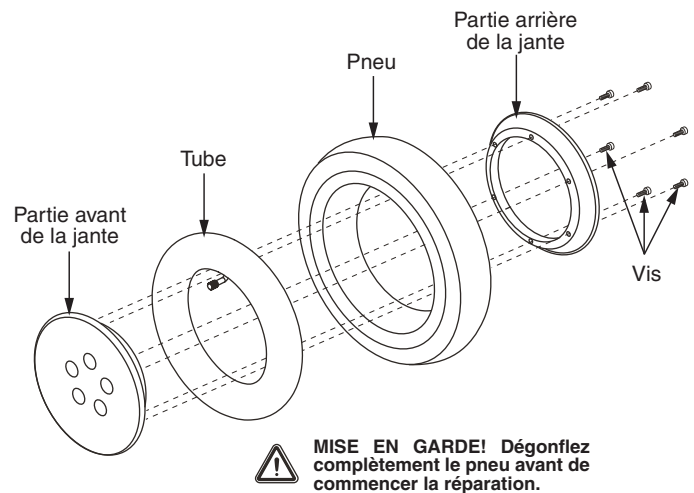

Figure 16. Roue motrice démontée Quantum Trek
6. Retirez les vis qui retiennent les deux parties de la jante ensemble. **Voir la figure 16.**
10. Réinstallez les cinq (5) écrous de roue sur le moyeu et resserrez.